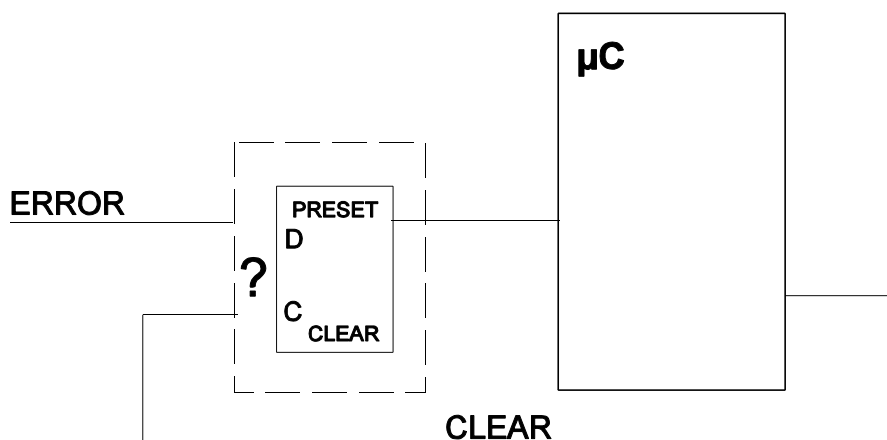

Abb. 1 Mikrocontroller mit Fehlerflipflop
2. Einem Mikrocontroller soll ein Fehler-Flipflop vorgeschaltet werden (Abbildung 1) Dieses soll durch ein impulsförmiges Fehlersignal ERROR gesetzt und durch ein programmseitig schaltbares Signal CLEAR gelöscht werden. Geben Sie zwei Schaltungen an, die ein jeweils bestimmtes Schaltverhalten verwirklichen: